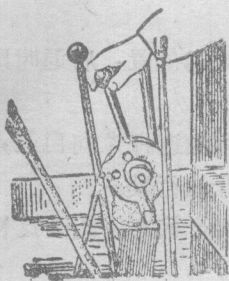

图9 柴油机发动时加速杆的位置
20. 关闭减压装置（减压杆放在“发动”位置），温热柴油发动机几分钟。之后，打开减压装置（减压杆拉回“起动”位置），然后将加速杆的止动销拔出，将加速杆从原位向自己方向拉动一半行程使其开始供油（图9）。